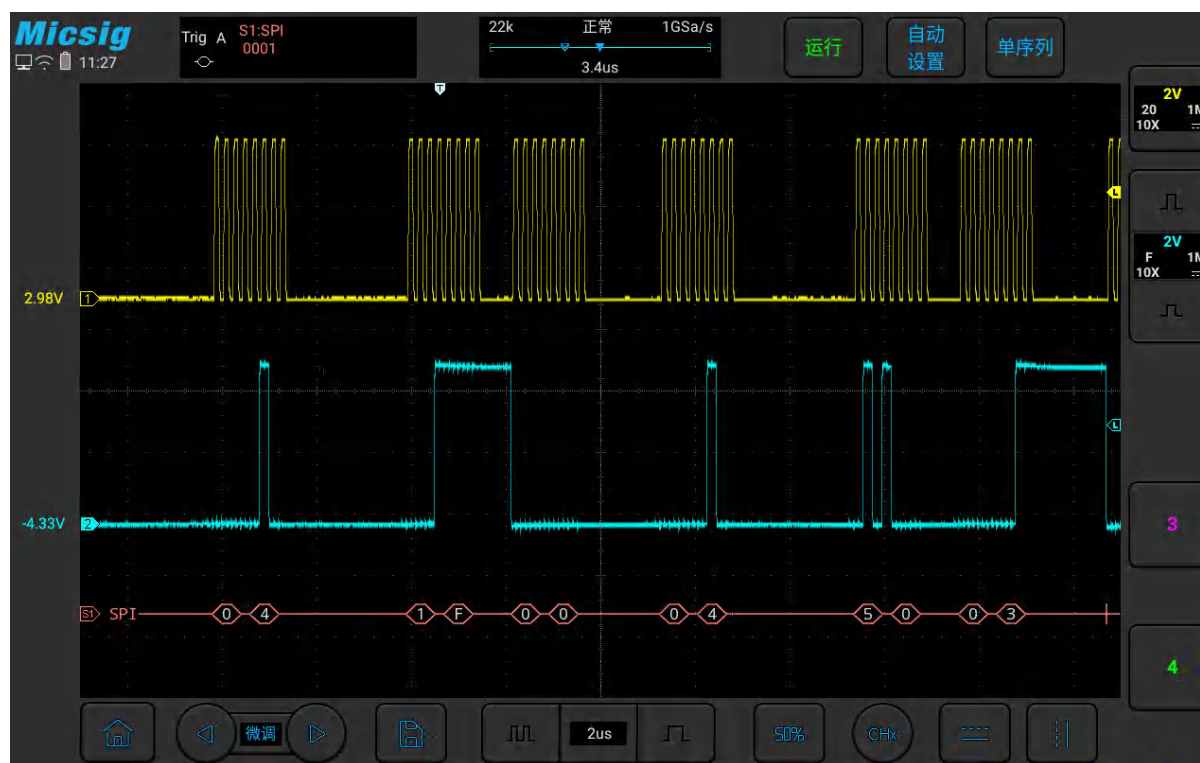

图11-20 SPI 图形界面
- (1) 轻点 S1 打开解码通道，向左轻扫 S1 打开总线配置菜单；
- (2) 选择总线类型为 “ SPI ” ， 点选时钟为 “ Ch1 ” 上升沿，数据为 “ Ch2 ” 高电平，数据字长为
- (3) 打开触发设置菜单，触摸屏上点按数据，使用虚拟软键盘设置要匹配的数据为“0001”；
- (4) 依据信号幅值调节2个通道阈值电平； SPI 触发图形界面见图 11-20：